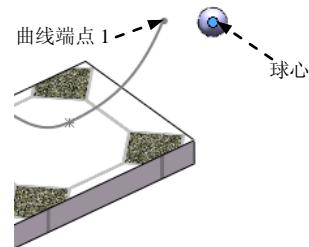

图 11.2.14 “距离”配合
(3) 添加“距离”配合。单击“配合”对话框中的 D 按钮，在设计树中选取“ball”零件的原点和图 11.2.14 所示的曲线端点 1，输入距离值 1.0，单击“配合”对话框中的 \checkmark 按钮。